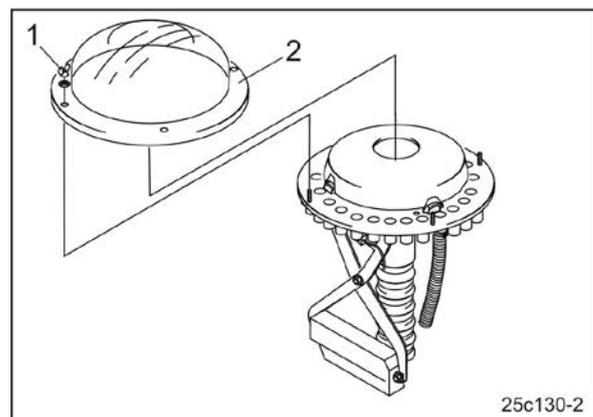

Fig. 114
4. Desserrez les écrous à oreilles (Fig. 114/1) et déposez le capot en plastique transparent (Fig. 114/2) de la tête de distribution.
6. Reposez le capot en plastique (Fig. 114/2).
7. Fixez le capot en plastique avec les écrous à oreilles (Fig. 114/1).